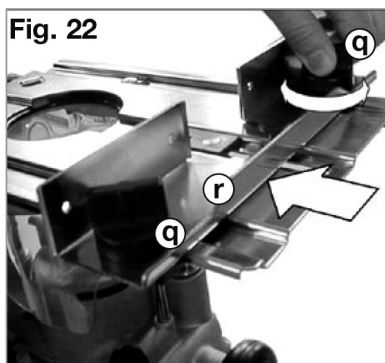

Fig. 22
4. Løsn knapperne på anlægsskinnen (q) et par omdrejninger og lad skinnen glide på bundpladen fra valgte ende. **Fig. 22.** Skinnen fæstnes i den ønskede position ved at stramme begge knapper.